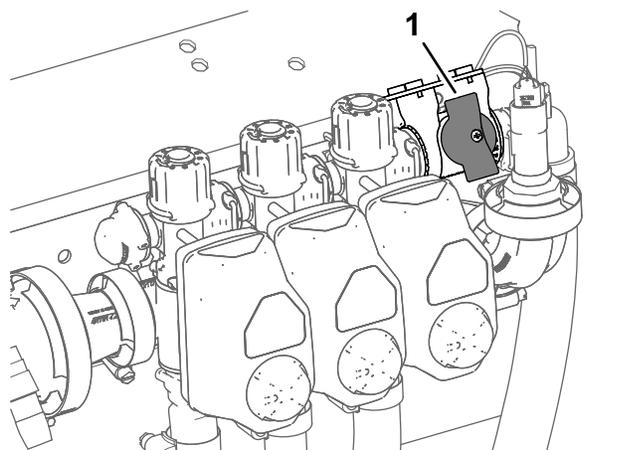

Figura 33
4. Para máquinas que se utilizan en el Modo de caudal de aplicación, asegúrese de que el mando de la válvula de cierre del circuito de desvío está en la posición de cerrado (Figura 33).
5. Para máquinas que se utilizan en el Modo de caudal de aplicación, asegúrese de que la válvula de cierre del circuito de desvío está cerrada (Figura 33).